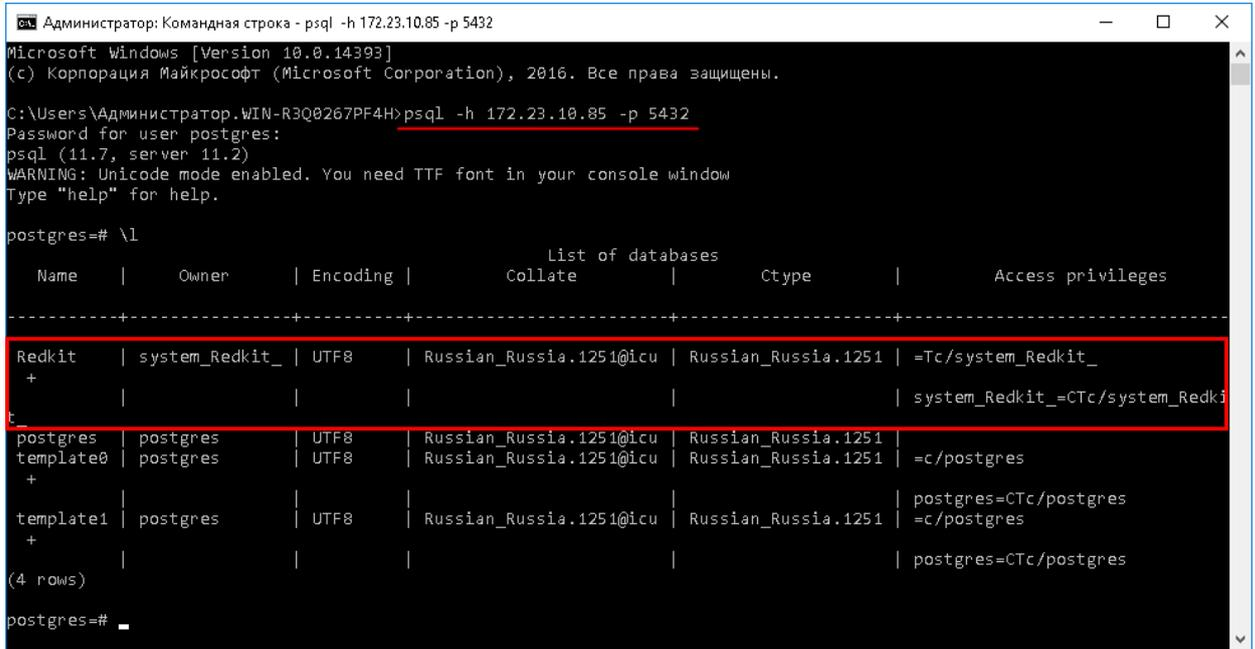

Рисунок 61 - Система Redkit в cmd
10. Впишите команду `psql -h IP-адрес -p порт` из п.5 раздела Первичное конфигурирование и нажмите клавишу *Enter* (Рисунок 61).
13. Убедитесь, что создана система Redkit (Рисунок 61).